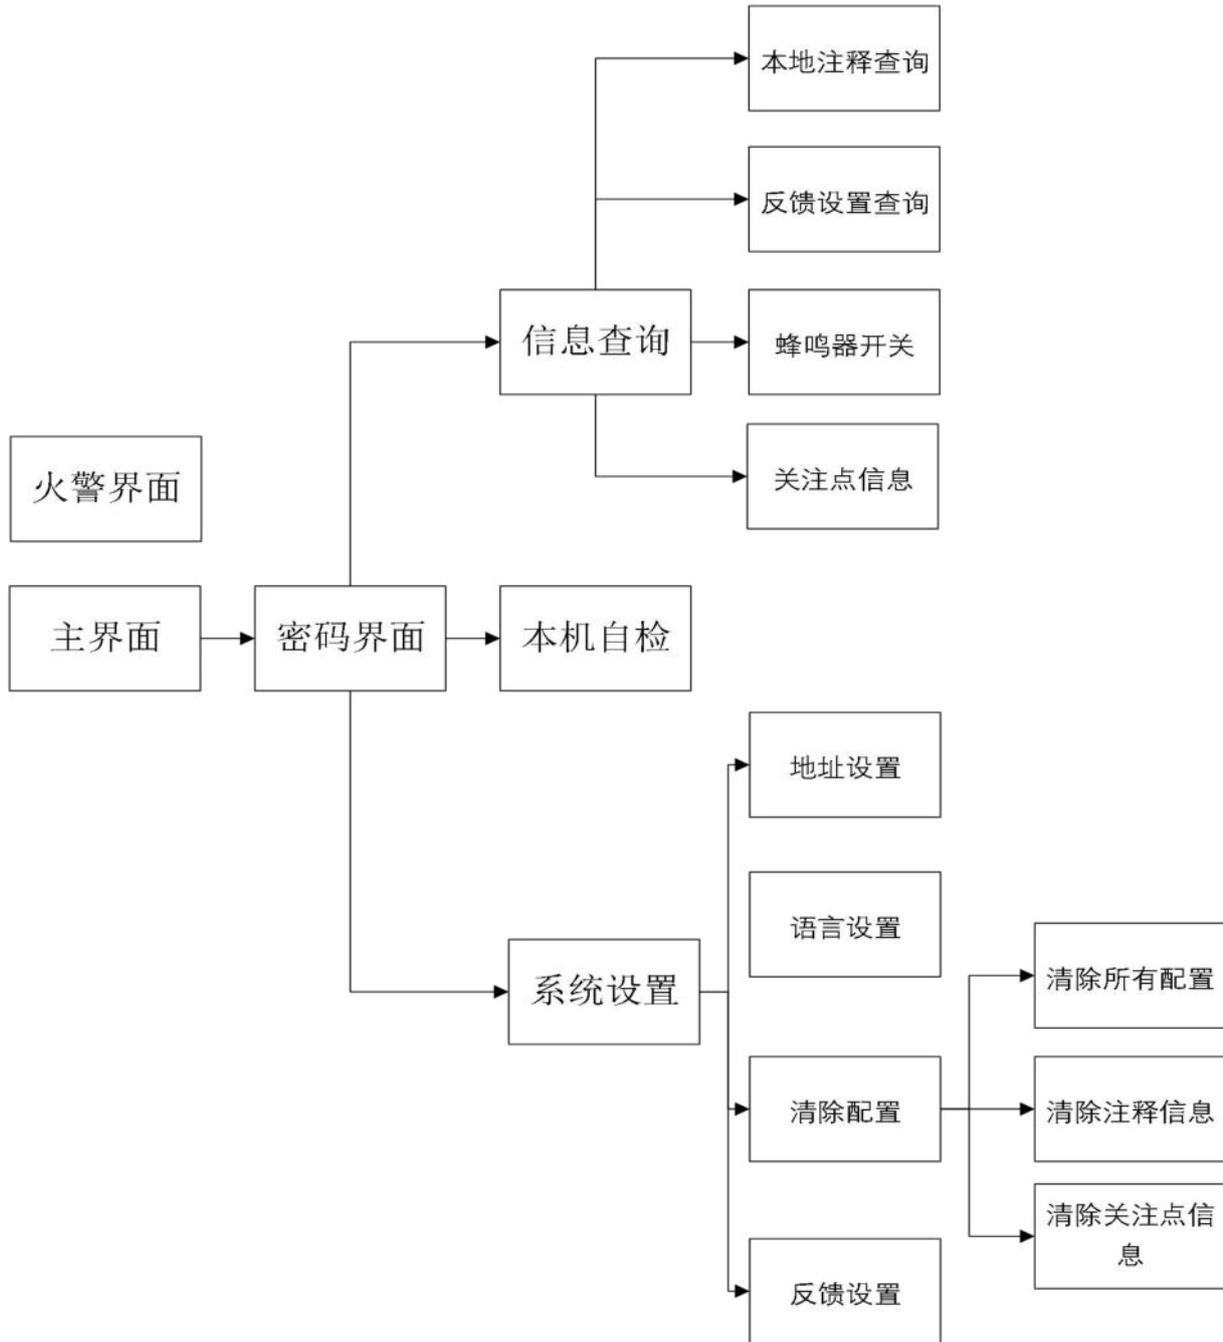

图 4.2 接 62 协议控制器时功能界面拓扑图
- 运行 62 协议（JBF-11SF-C 系列控制器）时功能界面拓扑图（如图 4-2 所示）